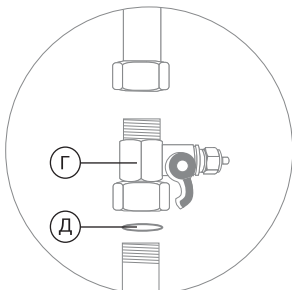

Рис. 3
1. Установите адаптер-вентиль (Г) между магистралью холодной воды и гибкой подводкой вашего смесителя. Уплотните соединение адаптера-вентили с магистралью при помощи поставляемого в комплекте уплотнительного кольца (Д) (рис. 3).